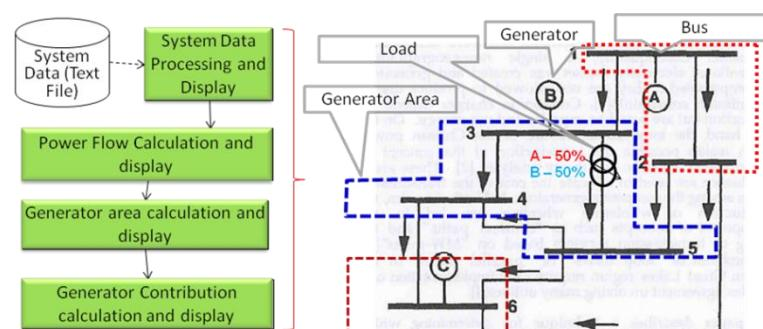

図2 電力の仮想的な「色づけ」
- 系統情報に基づいて、開発したシミュレータにて、「電力の仮想的な色づけ」手法を用いて、対象配電系統に接続しているEVごとの充放電パターンを算出します（図2）^注。